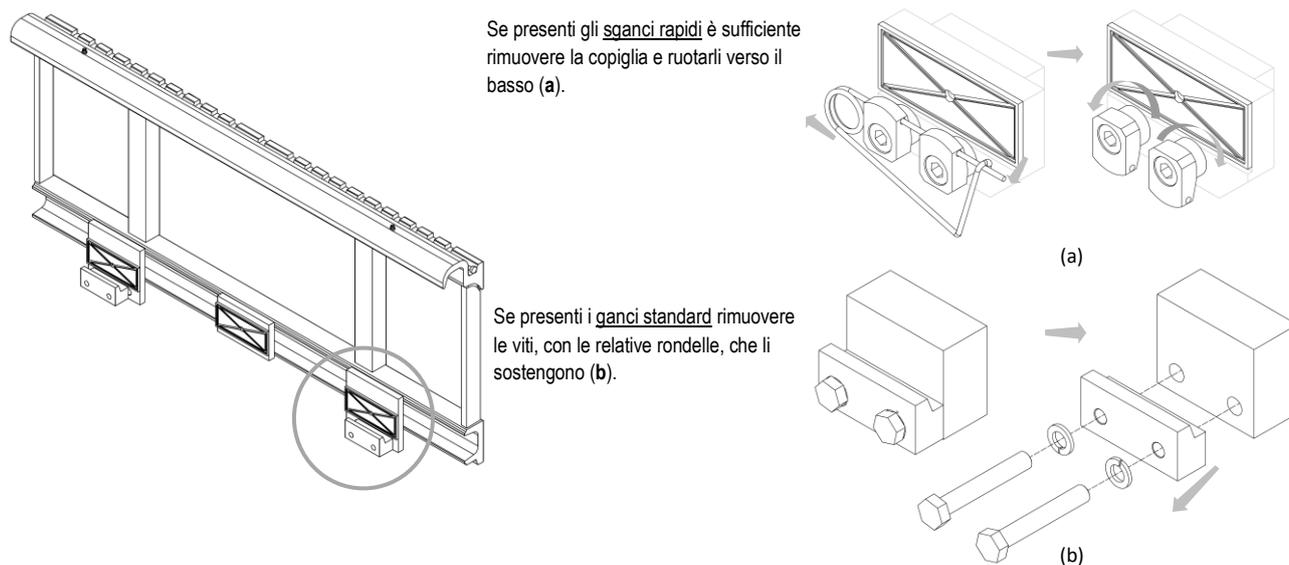

Figura 8
5. Rimuovere i ganci inferiori dall'attrezzatura e ingrassare i lardoni (vedi Figura 8).